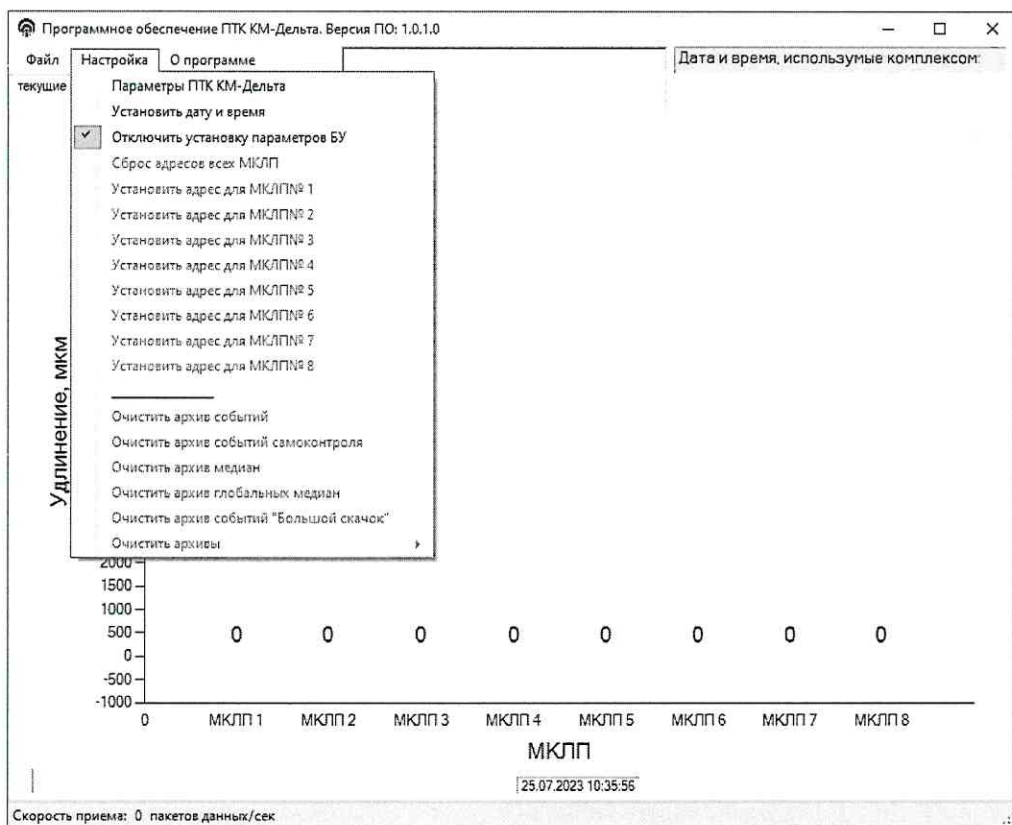

Рисунок 10 – Вид окна ПО ПТК КМ-Дельта, вкладка «Настройка»
8.7.3 Выбрать меню «Настройки». Снять предустановку в пункте меню «Отключить установку параметров БУ» (см. рисунок 10).